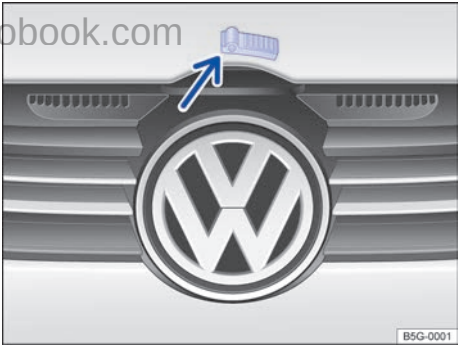

图 154 散热器格栅上方用于打开发动机舱盖的分离杆
- 握住箭头所示分离杆 ⇒ 图 154，上抬发动机舱盖，将其完全打开，舱盖由充气支杆固定在打开位置。